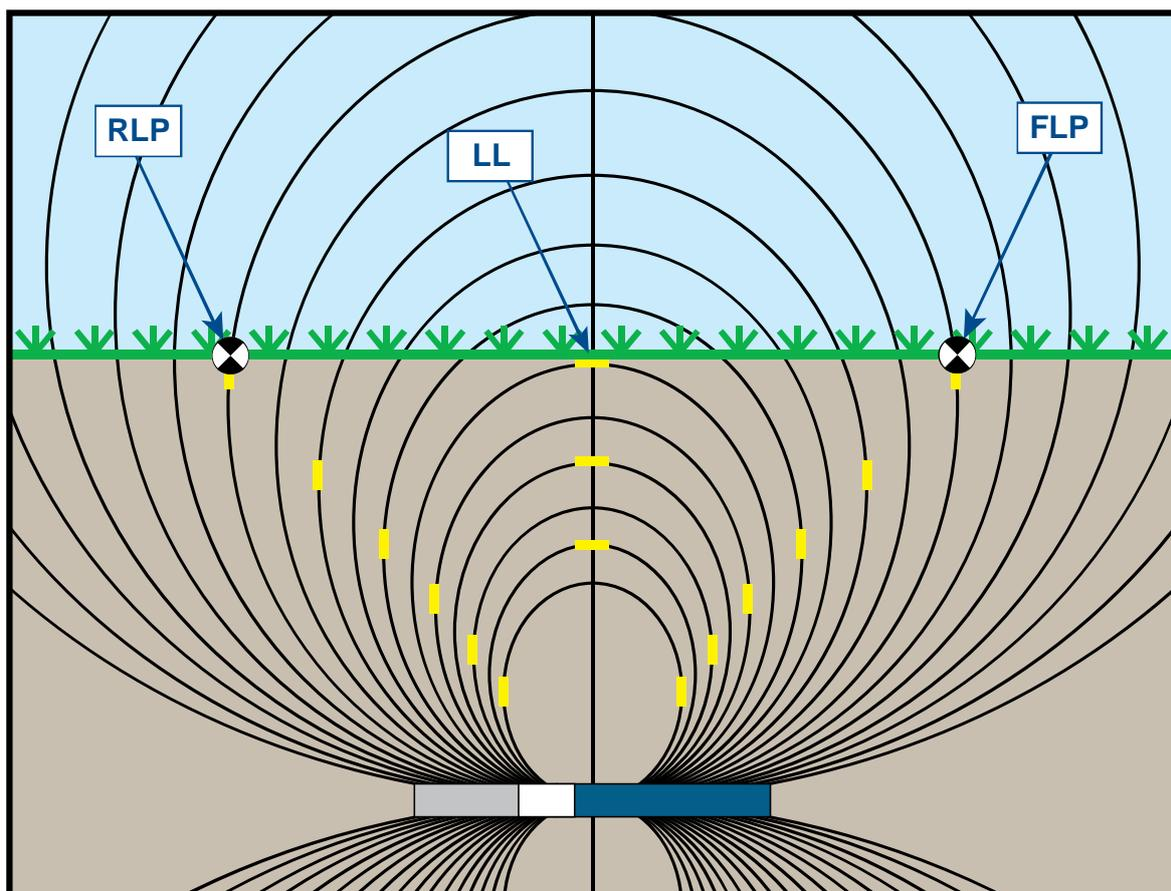

Figure B1. Champ de flux et géométrie des points FLP, RLP, et LL (vue latérale)
Comme le montre la Figure B1, les signaux émis par l'émetteur sont des signaux elliptiques ou lignes de flux. Les lignes de flux indiquent la position de l'émetteur. Lorsque l'émetteur est à l'horizontale par rapport au sol, vous constaterez que l'axe d'alignement (LL) se trouve juste au-dessus de l'émetteur, et que la profondeur affichée sur le récepteur est la profondeur réelle. Vous constaterez aussi que les points d'alignement (FLP et RLP) sont à égale distance de l'émetteur. L'axe d'alignement LL se trouve à l'intersection du sol et de la composante horizontale du champ de flux, et les points d'alignement FLP et RLP se trouvent à l'intersection de la composante verticale du flux avec le sol. Certaines composantes horizontales et verticales sont identifiées par de courtes lignes jaunes sur la Figure B1.